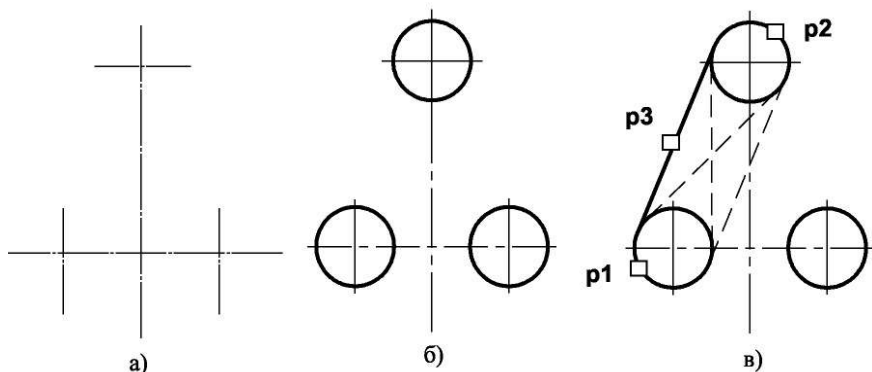

Рис. 2.1. - Построение касательных к двум окружностям
Построение касательных к двум окружностям заданных радиусов представлено на рис. 2.1. Вначале рекомендуется изобразить осевые линии, задающие центры окружностей (см. рис. 2.1а). Далее необходимо изобразить сами окружности, к которым строится касательная прямая (рис. 2.1б).
2) Указать графическим курсором произвольную точку (точка **p1**) на первой окружности, к которой должна быть проведена касательная прямая (рис. 2.1 в).
3) Указать графическим курсором произвольную точку (точка **p2**) на второй окружности, к которой должна быть проведена касательная прямая (рис. 2.1 в).
4) Выбрать курсором нужную касательную на графической зоне и щелкнуть по кнопке  - Создать объект панели специального управления (точка **p3**) (рис. 2.1 в).